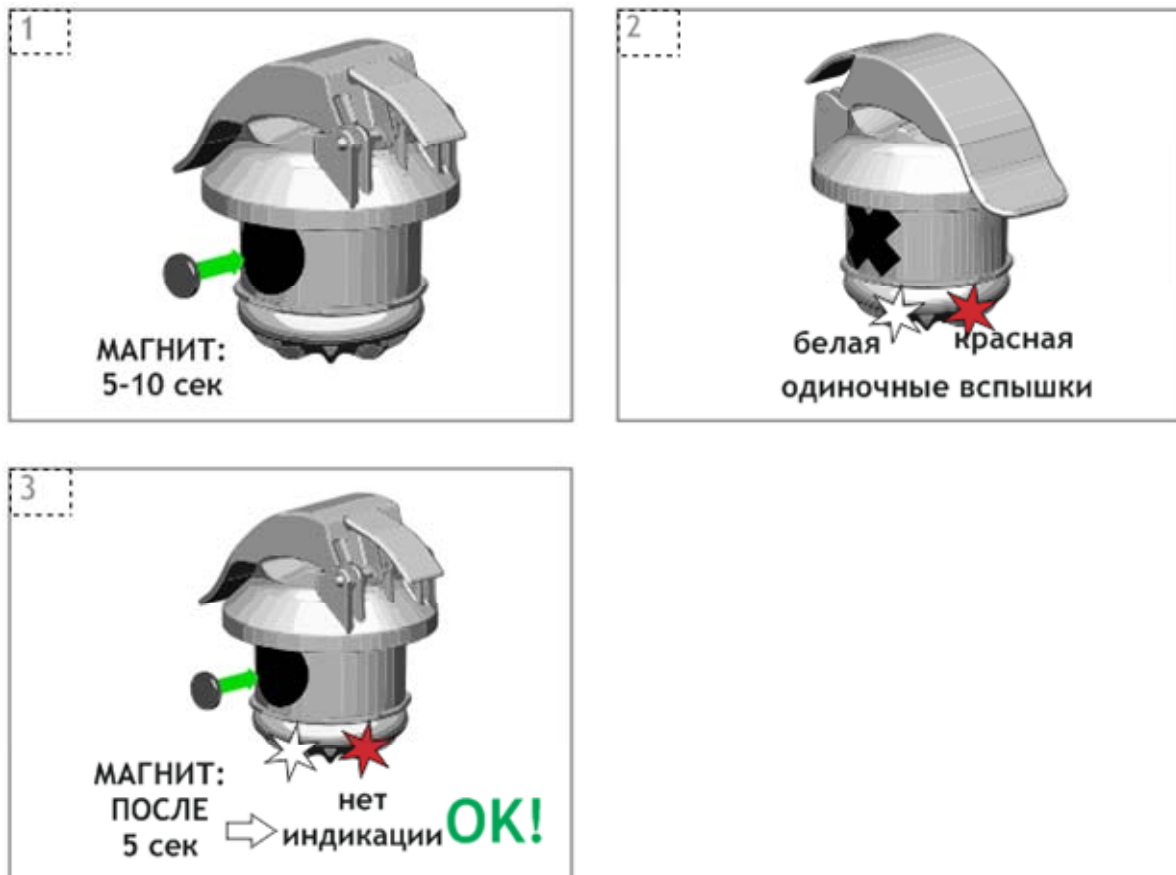

Рисунок 2 – Активация индикатора ИКЗ-В33
2.2.3 Для приведения ИКЗ-В33 в рабочее состояние (в первый раз) необходимо поднести магнит (поставляется отдельно в количестве: один на партию) к изображению «кружка» на корпусе каждого из индикаторов ИКЗ-В33 и удерживать его в течение 5-10 секунд (Рисунок 2).